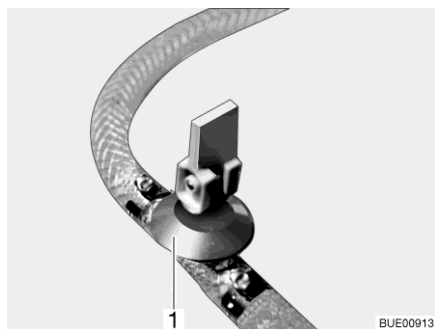
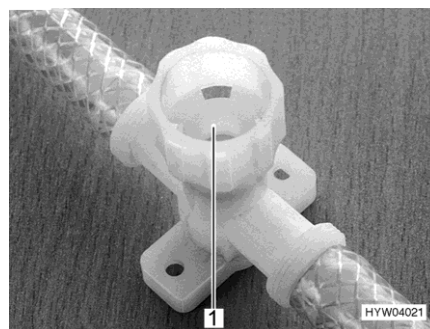

Bild 267 Avtappningskran (med vipparm)
Bild 268 Avtappningskran (med vrid)
- Öppna alla avtappningskranar. Ställ för detta avtappningskranens vipparm (Bild 267,1) lodrätt eller vrid avtappningskranens kran (Bild 268,1) moturs.